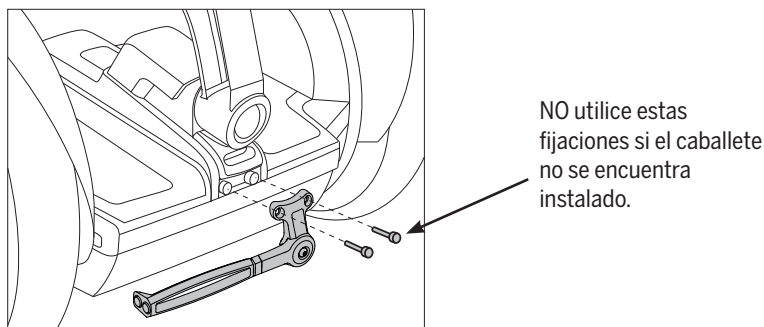

Ilustración 2. Conexión del caballete
3. Coloque el caballete sobre la protección para la consola delantera de tal forma que los orificios queden alineados. Consulte la **Ilustración 2**.
4. Conecte las dos fijaciones suministradas con el kit a través del caballete y de la consola delantera. Consulte la **Ilustración 2**. Apriete las fijaciones a **1,5 N-m (13 pulg.-lbf)**.